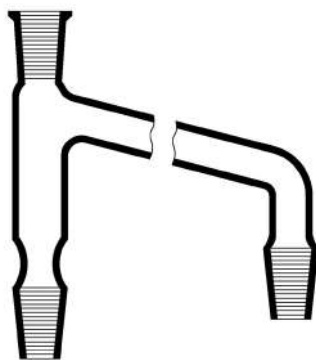

Рис. 63. Насадка для
7. **Насадка для термометра** (рис. 63) – это особый соединительный элемент, с помощью которого собирают различные лабораторные приборы и устройства. Эта насадка обычно используется, чтобы подключить к химической установке термометр. Постоянный контроль температуры реакционных газов или жидкостей часто необходим при проведении различных органических синтезов, при перегонке, экстракции. Насадка состоит из прямой трубки с мостообразной отводной трубкой и трех взаимозаменяемых конусов: двух кернов и одной муфты.